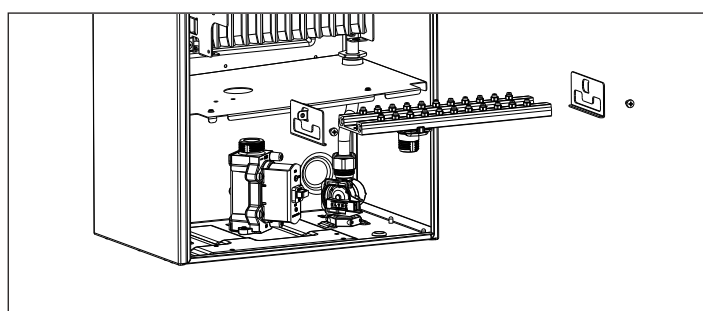

Fig. 18 - Desmontar componentes
- Desatornille los tornillos de fijación del colector, quite los soportes laterales y extraiga el colector de gas (fig. 18)